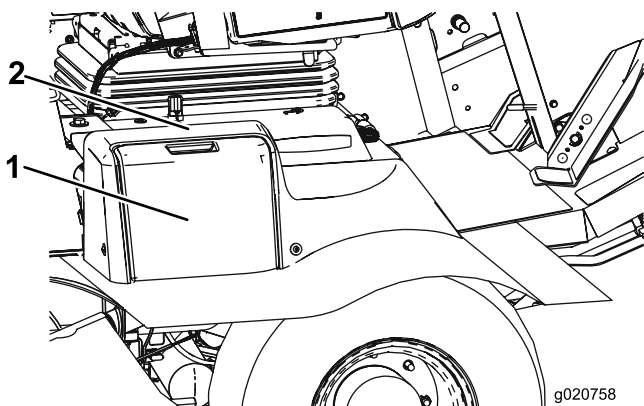

図 52
1. バッテリーカバーを外す [図 52]。カバーはシュラウドの側面にある。
注 バッテリーカバーの上部の平らな面を下向きに押しと簡単に外すことができます [図 52]。